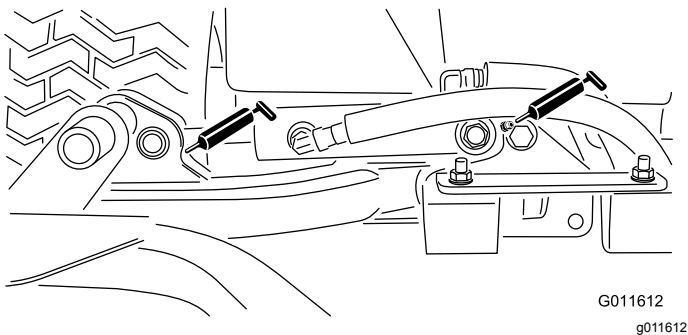

Figura 59
- Cilindri del braccio di sollevamento degli apparati di taglio (2 ciascuno) – Figura 59
- Perna orientabili del braccio di sollevamento (1 ciascuno) – Figura 59